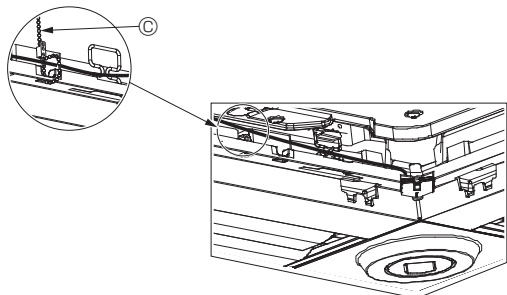

Fig. 5-13
- Fastgør i-See-sensoren og signalmodtageren til panelet som vist i diagrammet, så der ikke er slæk i ledningerne, og skær derefter den overskydende ende af beslaget. (Fig. 5-13)
- Hvis placeringen af i-See-sensoren er ændret fra position "o" (E) til position "□" (F), skal kontaktindstillingerne ændres. (Se side 146).